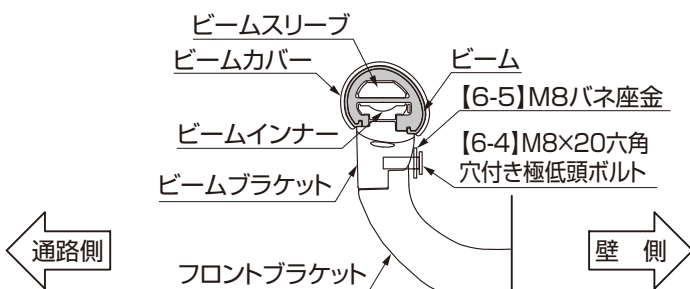

図4-3 ビーム納まり断面図
- ビームスリーブ、ビームインナー、ビームカバーを差込む位置は、ビーム納まり断面図を参照してください。(図4-3参照)
- ⑤仮止めていた【6-6】を締めて、ビームブラケットを固定してください。